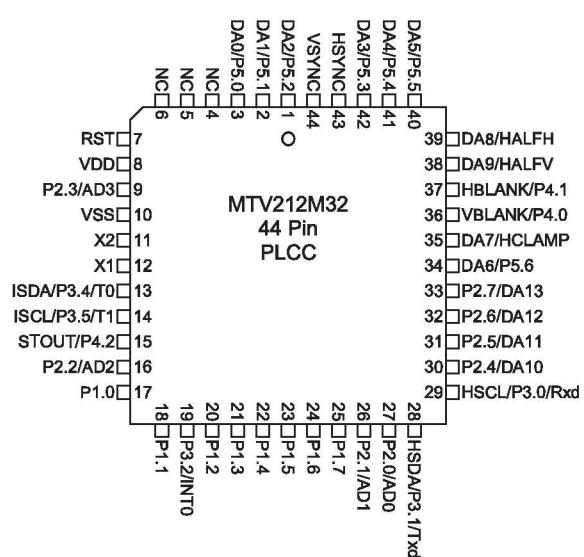

Рис. 3.5. Цоколевка микросхемы MTV212M32 в корпусе PLCC 44
14) МК использует для управления микросхемой АЦП U2. По интерфейсу VESA DDC (выв. 28, 29) МК передает данные на компьютер для реализации стандарта Plug & Play. Для хранения информации о регулируемых и других параметрах к интерфейсу I2C подключена микросхема энергонезависимой памяти U2. К выводу 31, 42 IC401 через ключи Q401, Q402 подключен светодиодный индикатор режима работы монитора. Назначение остальных выводов микросхемы MTV212M32 приведено в табл. 3.3, а цоколевка микросхемы — на рис. 3.5. Для питания микроконтроллера на его вывод 8 поступает напряжение 5 В от стабилизатора IC811.